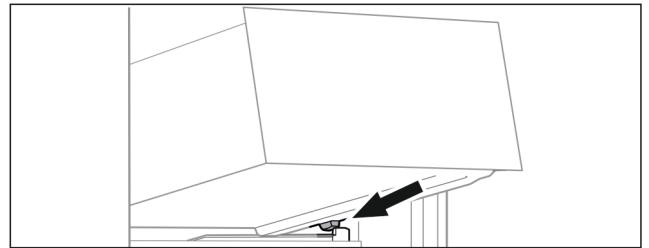

Fig. 114
- ▶ Наклоняя вниз, установите выдвижной ящик за стопоры на контейнерное ребро. (см. Fig. 114)